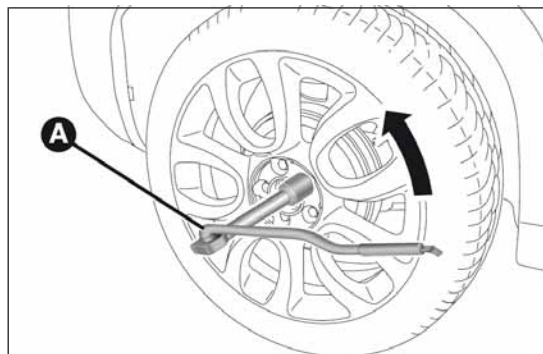

fig. 33
- ☐ tomar la llave A fig. 33 y aflojar una vuelta los tornillos de fijación. Para las versiones con llantas de aleación, mover el vehículo para facilitar la separación de la llanta del cubo de la rueda;